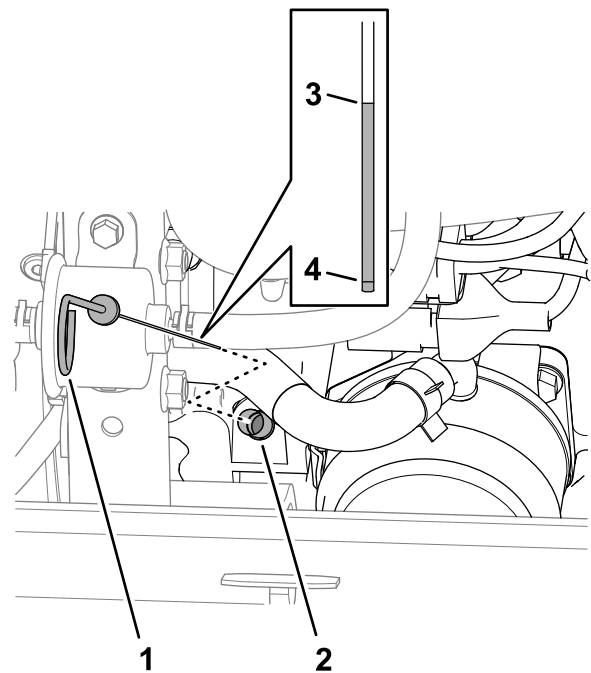

図 123
3. ディップスティックチューブからディップスティックを抜き図 123 ウェスで一度きれいに拭く。